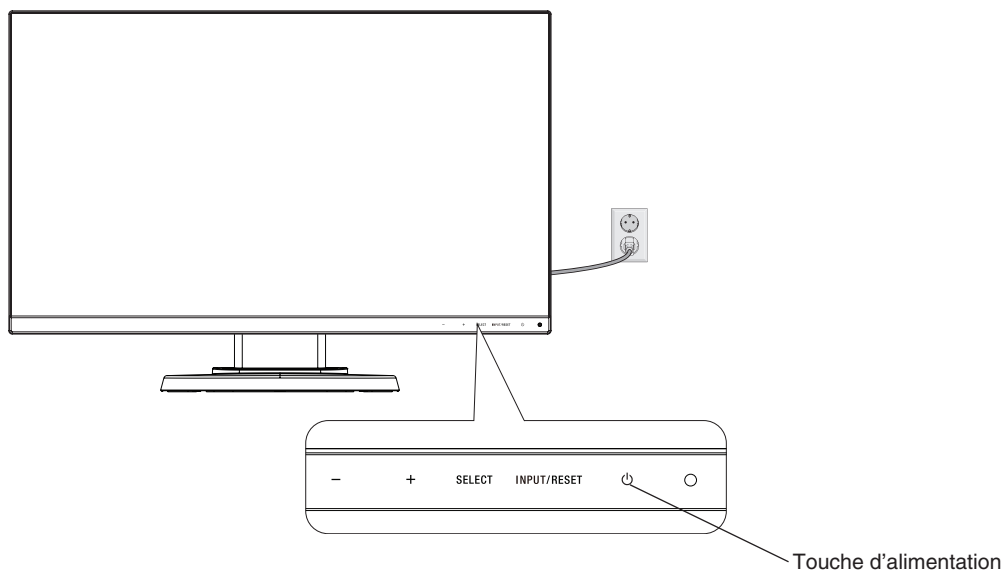

Figure E.1
8. Allumez l'ordinateur et le moniteur en appuyant sur la touche d'alimentation située sur la face avant (**Figure E.1**).